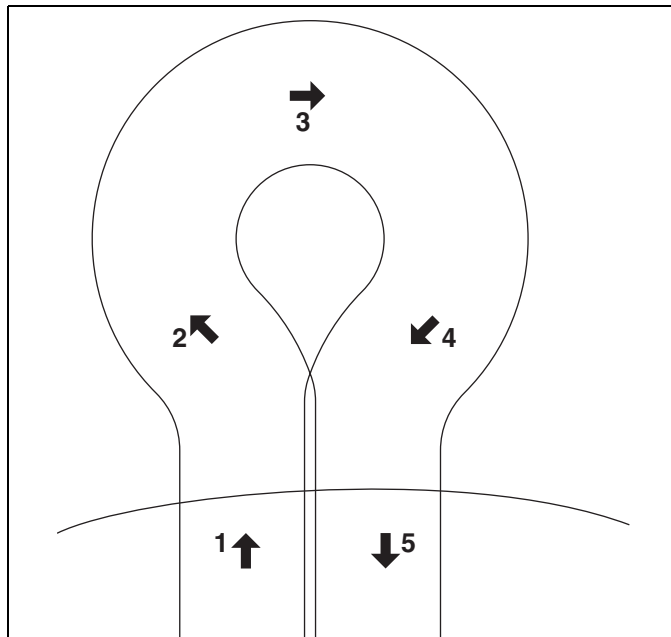

Abbildung 6E
- e. Um nach rechts zu fahren, den Mäher zunächst leicht nach links drehen (**2**). Wenn der Mäher um ca. 1/2 seiner Breite nach links gefahren ist, ihn schnell nach rechts drehen (**3 und 4**), wobei Sie den Mäher mit der rechten Hand lenken. Auf diese Weise können sie schnell in wenigen Schritten wenden. [Abbildung 6E]